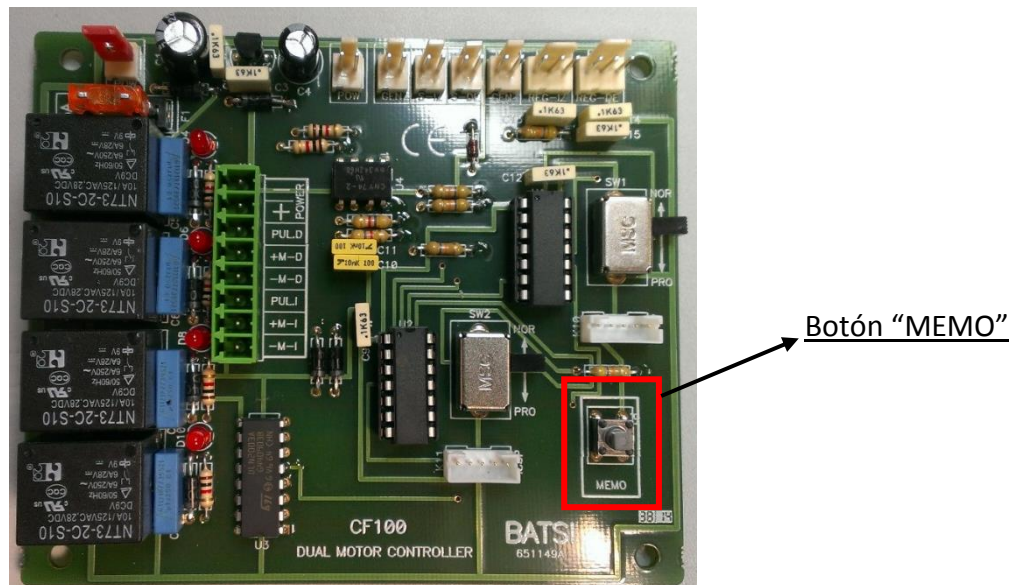

Fig. 5
6. Presionar durante 2 segundos el botón interior "MEMO" (ver Fig.5). Los actuadores harán todo el recorrido automáticamente y se memorizará el recorrido total.
<ul style="list-style-type: none"> • No se ha memorizado la apertura máxima de los actuadores 	<ul style="list-style-type: none"> • Memorizar la apertura máxima como se muestra en la fig.5